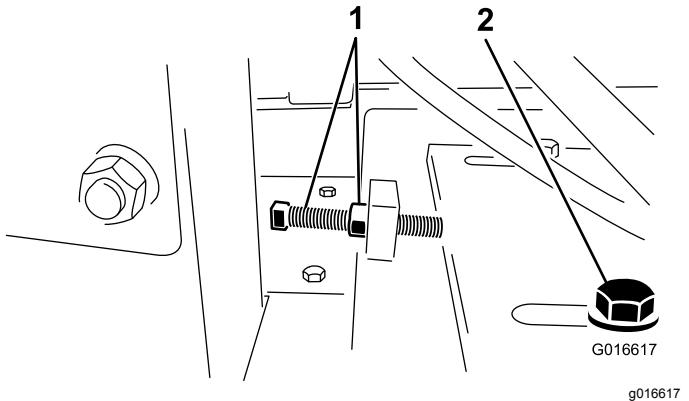

Bild 25
6. Lösen Sie die Riemenspannschraube und die Klemmmutter. Schieben Sie den Motor zum Schwungradgehäuse, um den Riemen zu lösen (Bild 25).
6. Lösen Sie die Riemenspannschraube und die Klemmmutter und schieben Sie den Motor zum Schwungradgehäuse, um den Riemen zu lösen (Bild 25).